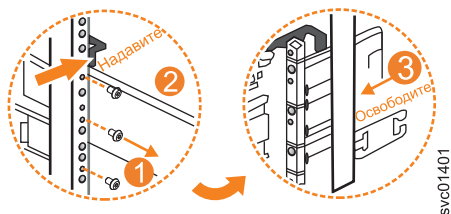

Рисунок 133. Снятие направляющей с задней скобы рамы
3. Открутите два винта, крепящих внутреннюю секцию направляющей к задней скобе (см. рис. 133 на стр. 137).
4. Отделите секцию направляющей от задней скобы (см. рис. 133).